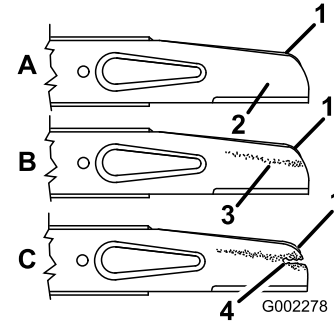

Bild 29
Einsatz des Rasenmähers prüfen. Wenn Sie einen Schlitz oder eine Abnutzung (Bild 29B und C Bild 29) feststellen, tauschen Sie das Messer aus, siehe Entfernen des Messers (Seite 30).
2. Entfernen Sie die Messermuttern, das Gaspedal und das Messer (Bild 29).